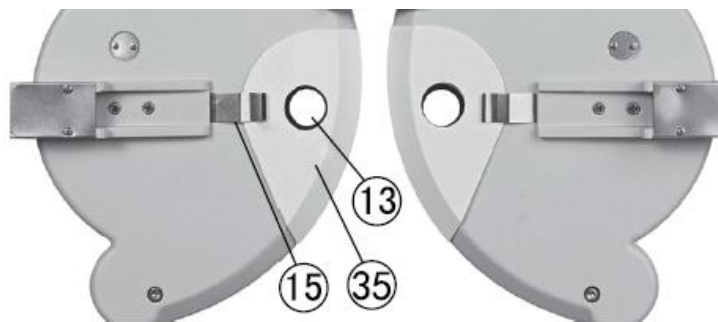

Figura 10
Coloque el protector facial (35) para que el clip del protector facial (15) lo atrapa. Luego, alinee la apertura del protector facial con la apertura del examen. (13) (Figura 10).